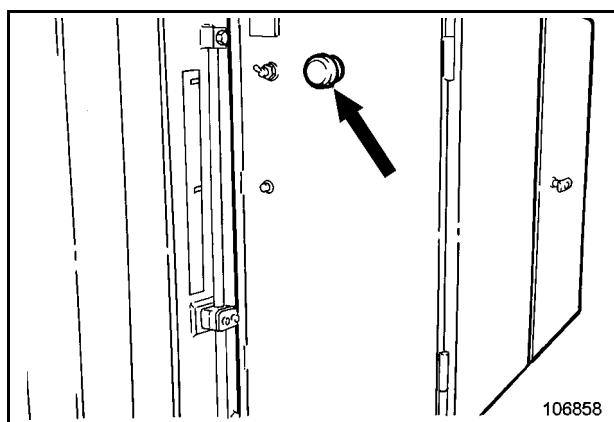

Fig. 2-24:
- Schalter (rot) am Schaltschrank im Motormodul (Fig. 2-24:) drücken,